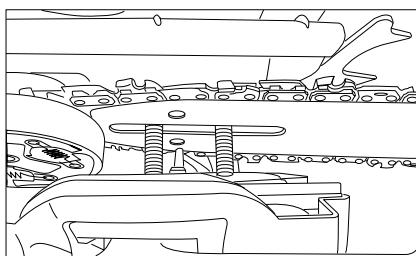

Fig. 9
9. Așezați acum la loc apărătoarea roții cu lanț cu ecranul franei de lant. Aveți grija ca pivotul de reglare al lanțului să se prindă în gaura șinei de ghidare, și orificiile pentru bolturi să coincida cu bolturile. (Fig.9).